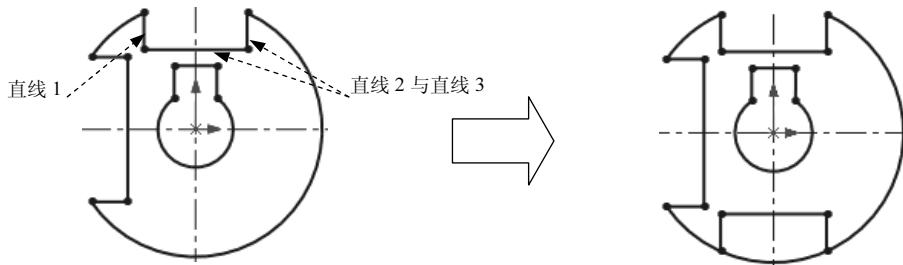

图 2.9 镜像草图 1
- (1) 选择命令。选择下拉菜单 **工具(T)** → **草图工具(I)** → **镜向(M)** 命令。
- (2) 定义镜像对象。在图形区中选取图 2.9 所示的直线 1、直线 2 和直线 3 作为镜像对象。
- (3) 定义镜像中心线。选取水平中心线作为镜像中心线，结果如图 2.9 所示。